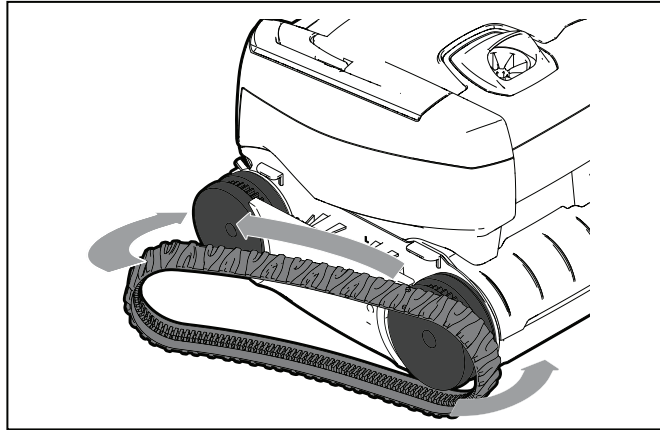

Figura 24. Estirar la oruga alrededor de las ruedas
3. Para instalar una oruga nueva, coloque la nervadura del interior de la oruga en la ranura. (Ver Figura 24).
4. Estire la oruga alrededor de la segunda rueda (ver Figura 24). Presione y coloque la nervadura de la oruga de manera que esta quede bien asentada en la ranura de la rueda.